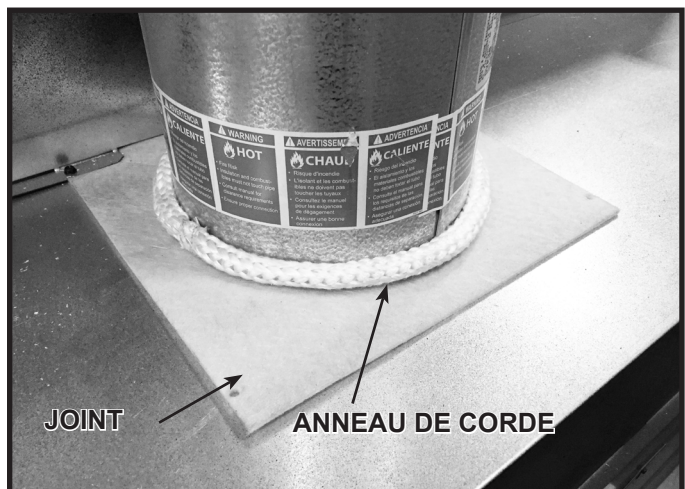

Figure 6.4 Anneau de corde en fibre de verre une fois installé
5. Placez l'anneau de corde en fibre de verre par-dessus le joint. Assurez-vous que le joint et l'anneau de corde soient bien installés sur le dessus de l'appareil. Voir la figure 6.4.